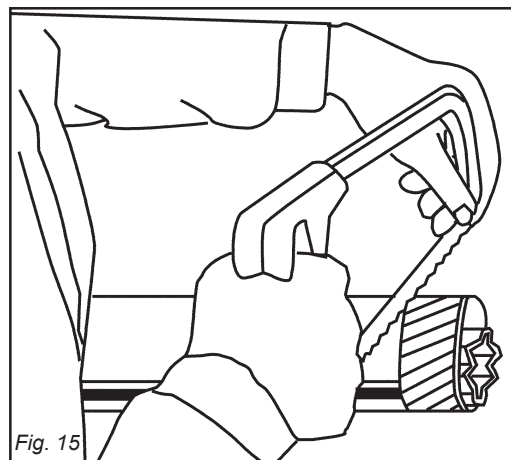
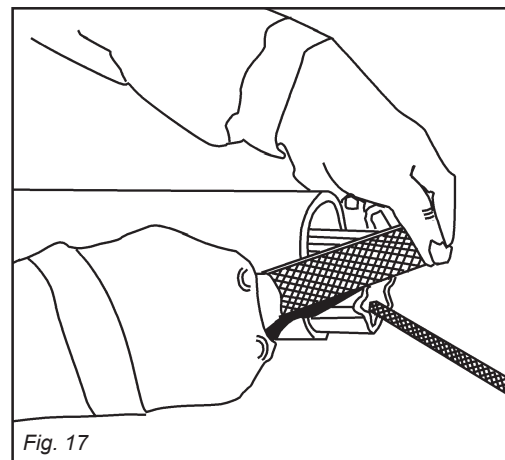
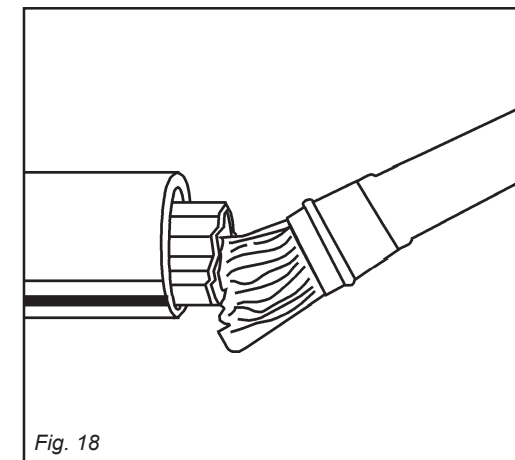

Fig. 15
Fig. 17
Fig. 18
- Accorciare i tubi scorrevoli di una stessa lunghezza (Fig. 15 e 16), sbavare e pulire (Fig. 17) e ingrassare l'interno del tubo esterno (Fig. 18).
- Shorten the sliding tubes by the same extent (Fig. 15 and 16), deburr and trim (Fig. 17), then grease the inside of the outer tube (Fig. 18).
- Raccourcir les tubes coulissant de la même longueur (Fig. 15 et 16), ébavurer et nettoyer (Fig. 17) puis graisser l'intérieur du tube extérieur (Fig. 18).
- Die Gleitrohre um die gleiche Länge (Abb. 15 und 16) kürzen, sie abgraten und reinigen (Abb. 17) und das Innere des Außenrohrs schmieren (Abb. 18).
- Acortar los tubos corredizos en modo uniforme (Fig. 15 y 16), quitar las rebabas y limpiar (Fig. 17) y engrasar dentro del tubo externo (Fig. 18).